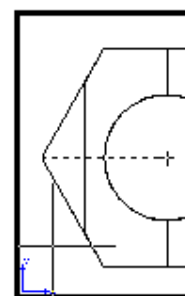

Рис.5.20
e) на запрос стороны просмотра щёлкнуть точку ниже только что указанной секущей плоскости (см. примечание 4.1) – рис.5.20;